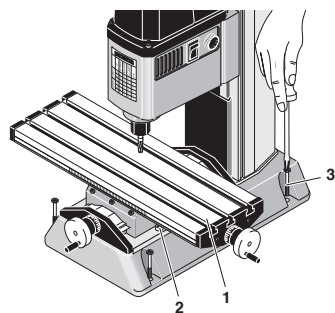

Fig. 2
- Den Kreutztisch 1 (Fig. 2) mit den 4 beigefügten Innensechskantschrauben M4 am Fuß 2 befestigen.